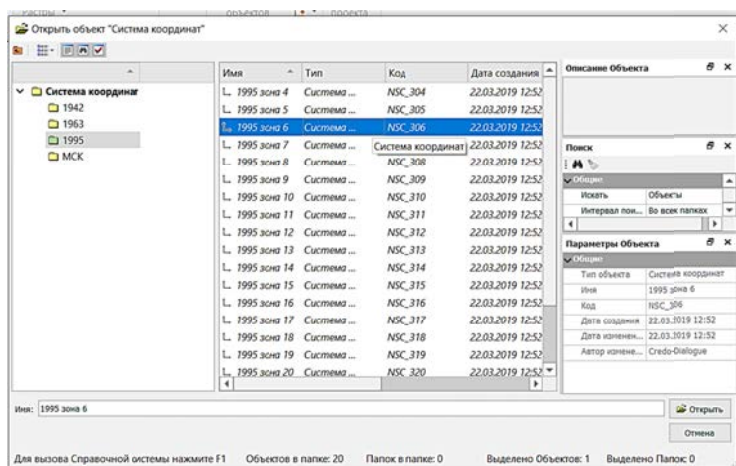

Рис. 7.3. Диалог выбора систем координат
2. Затем выполнить настройку **Системы координат** (по умолчанию для Набора проектов указана система координат – Местная) для этого в одноименной строке вызывается диалог **Открыть объект «Система координат»**, в котором по согласованию с преподавателем указывается необходимая система координат (рис. 7.3).